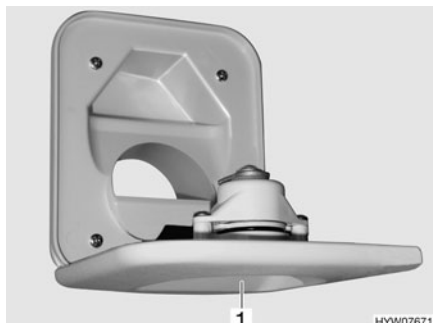

Fig. 223 Tubo de llenado de agua potable para el inodoro
- Abrir el tubo de llenado de agua potable para el inodoro (Fig. 223,1) encima de la trampilla para el cassette Thetford y girarlo hacia abajo.